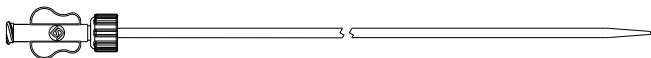
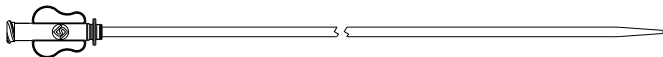

Fig.3 Dilatador(série 800)
Fig.4 Dilatador(série 550/700/900)
- 2) Dilatador (Fig.3 e Fig.4)